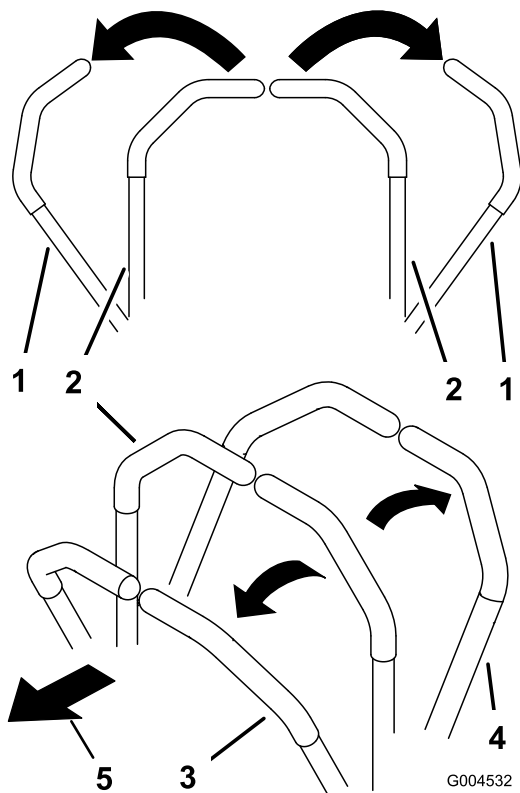

Figura 20
1. Mueva las palancas de control de movimiento hacia fuera (Figura 20) a la posición de bloqueo/punto muerto.
- Para ir hacia adelante en línea recta, empuje lentamente las palancas de control de movimiento hacia adelante (Figura 20).
- Para ir hacia atrás en línea recta, tire lentamente de las palancas de control de movimiento hacia atrás (Figura 20).
- Para girar, ralentice la máquina tirando hacia atrás de ambas palancas, y luego empuje hacia adelante la palanca del lado opuesto del sentido de giro (Figura 20).